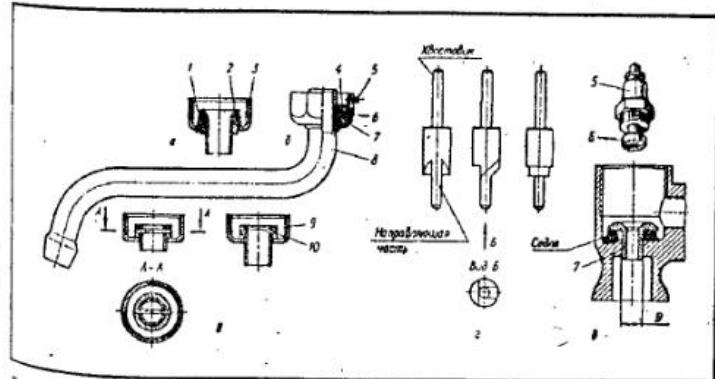

Рис. 56. Ремонт деталей смесителя: а, б, в — изливов:
3. Если глубина канавки 1 мм и более, то для ее уничтожения можно воспользоваться электродрелью и специальным сверлом (рис. 56^г). Такое сверло не продают в магазинах. Его выгачивают на токарном станке с последующей обработкой
4. Можно самостоятельно изготовить фрезу на базе корпуса 5 (рис. 56^д) вентильной головки. Из него выворачивают шток и вместо него вставляют безрезьбовой хвостовик фрезы 6. При возможности лучше внутреннюю резьбу корпуса сточить, чтобы хвостовик фрезы центрировался по стенке отверстия.
Если на накидной гайке 3 (рис. 56^б) есть сто-
порный винт (рис. 56)
бки (рис. 56^б). Сделать это можно на краю металли-
Поэтому следует стремиться закрепить кольцо в первоначальном положении штифтом. Он должен быть по длине больше, чем диаметр кольца, чтобы концы штифта можно было расклепать (рис. 56^в) или выгнуть середину штифта (рис. 56^г). Отверстия под штифт сверлят диаметром 2—2,5 мм. Можно еще попытаться припаять кольцо 7, применив кислоту и предварительный нагрев всего обрабатываемого участка излива. Но затем осторожно затягивайте накидную гайку, чтобы снова не сорвать кольцо. От нагрева хромированная часть излива у кольца будет повреждена.
При ремонте излива иногда можно заменить резиновую прокладку 4 (рис. 56^б).